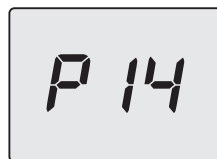

Figura 5.34
- Scorrere i vari parametri utilizzando i tasti 13 (indietro) o 15 (avanti) fino a far apparire sul display LCD le lettere **P14** che si alternano con il valore del parametro (Figura 5.34).